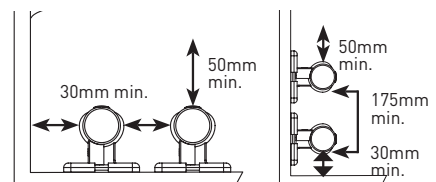

Fig.8
- Beim Betrieb muss der in [Abb. 8] gezeigte Mindestabstand eingehalten werden.